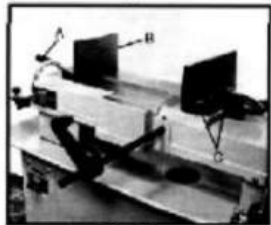

Fig.7
1. Retire los conjuntos de pernos (C.Fig.7)